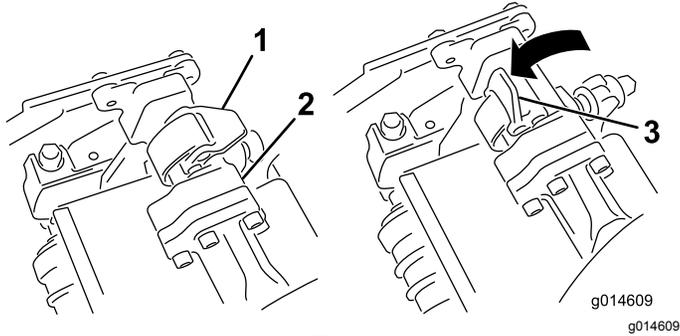
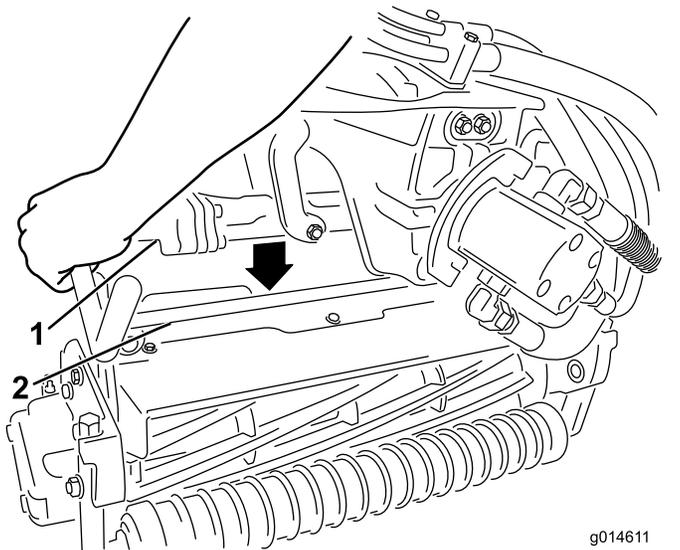

图43
图44
3. 当悬挂臂杆上的门锁指向上方即打开时图43向下压悬挂臂使悬挂臂杆与滚刀组上方的支架相契合图44。
4. 向下并绕着滚刀组横杆关闭门锁将它们锁定到位图43。
4. 打开您正在拆下的滚刀组悬挂臂上的门锁图43。